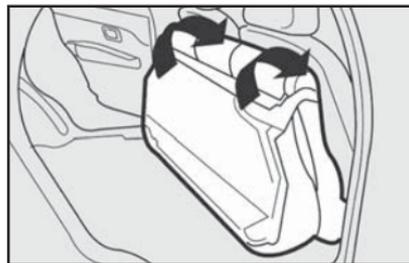

fig. 69
**4**) Rebater para a frente o encosto, passando os cintos pelos lados, até que este se apoie sobre o assento traseiro **fig. 69**.